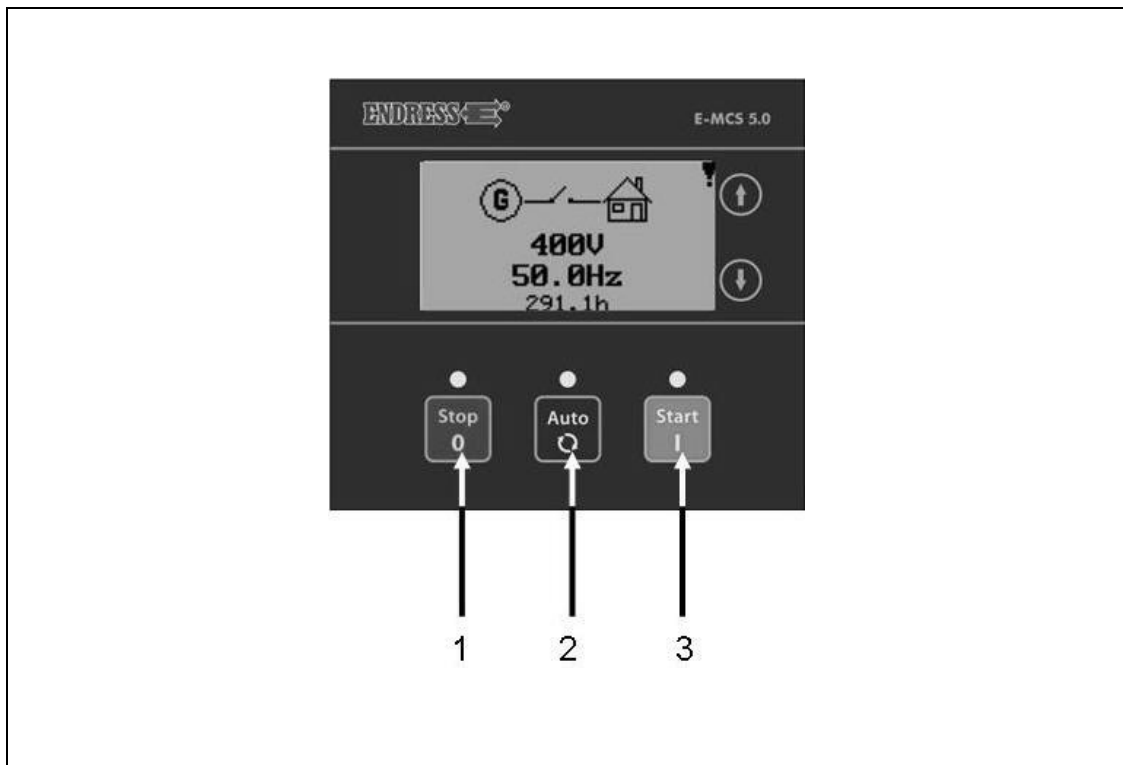

Abb. 6-1 AUTO- Modus aktivieren
1. AUTO- Taste (Abb. 6-1-(2)) einmal drücken, die grüne LED leuchtet.
1. AUTO- Taste (*Abb. 6-1-(2)*) erneut drücken, grüne LED erlischt.
- ✓ Der Stromerzeuger befindet sich im MANUELL- Modus und kann über die START- und STOP- Taste (*Abb. 6-1-(1)(3)*) gesteuert werden.